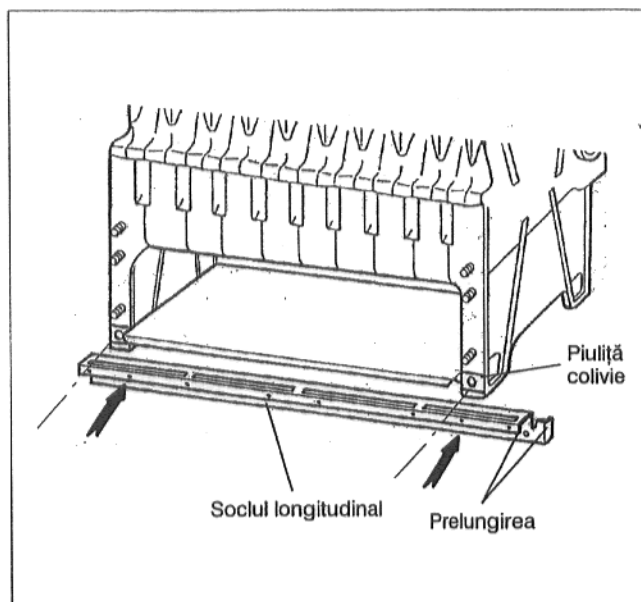

Fig. 21
- Piulițele colivie se introduc la picioarele elementelor terminale din față și din spate. Soclul longitudinal \* se va înșuruba la elementele terminale din față și din spate lejer cu șuruburi hexagonale (Fig. 21). Prolungirea\* soclului longitudinal se găsește la partea frontală (de pe partea racordului pentru apă).
- Capacul de curățire de deasupra indicatorului arzătorului se sprijină pe cantul muchia turnată și se va înșuruba la prezoane (stânga și dreapta, Fig. 21).